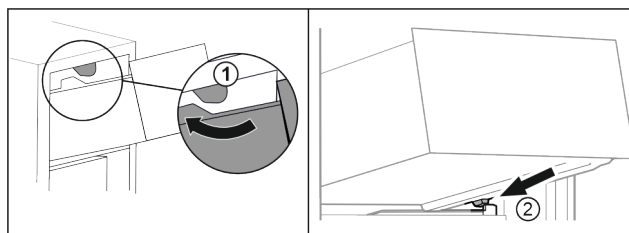

Fig. 133
- Vezesse el a fiókot a felső ütközők körül. Fig. 133 (1)
- Helyezze a fiókot ferdén az alsó ütközők mögé, a tartóbordára. Fig. 133 (2)